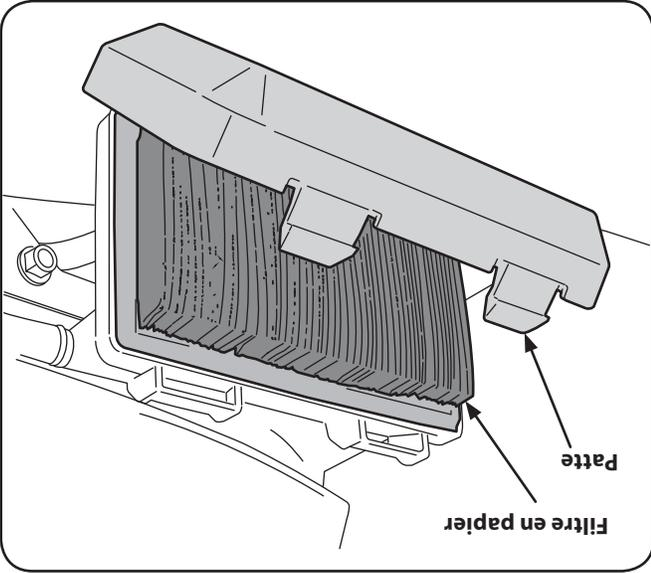

Figure 6-2
1. Pressez sur les pattes qui maintiennent le couvercle du filtre à air. Tirez sur le couvercle et enlevez-le. Voir la Figure 6-2.
4. Faites le plein avec l'huile recommandée (voir le chapitre (Utilisation) et vérifiez le niveau d'huile. Voir la Fig. 6-2.